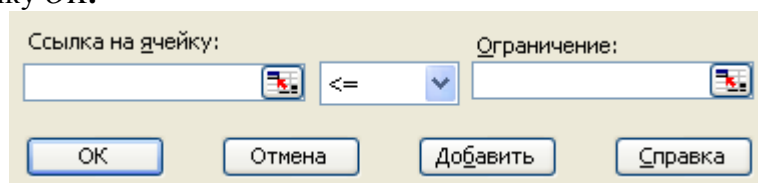

Рисунок 6.6 - Диалоговое окно добавление ограничения
- Задать ограничения. Нажать клавишу **Добавить** и в диалоговом окне **Добавление ограничения** (Рисунок 6.6) поле *Ссылка на ячейку* введите адрес или имя ячейки, на значение которой накладываются ограничения, из раскрывающегося списка выберете условный оператор (\leq , $=$, \geq), в последнем поле *Ограничение* введите ссылку на ячейку где указано значение ограничения. Чтобы принять ограничение и приступить к вводу нового, нажмите кнопку *Добавить*. После того как все